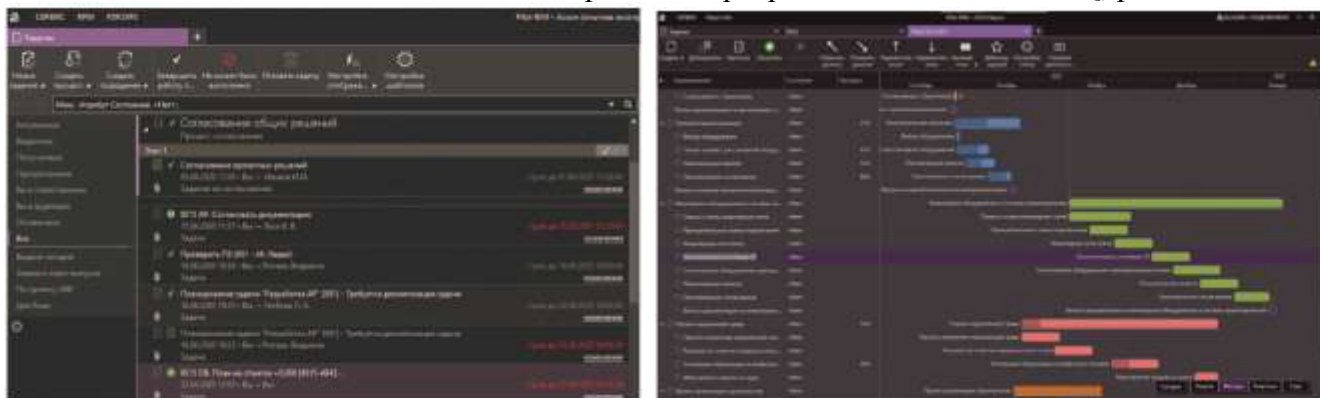

Рисунок 1.2 – Журнал заданий и процессов
3. Расписать задачи выполнения проекта в программе Pilot Vim – TASQ, рис.1.2.